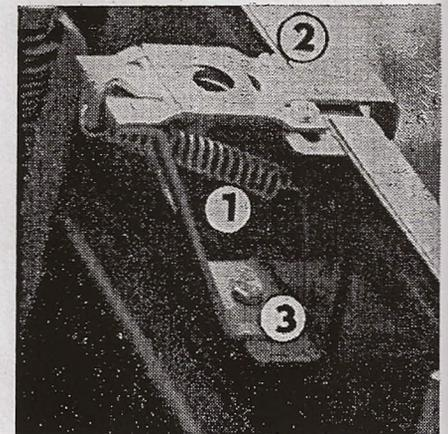

Fig. 63
1. Retirer le ressort hors de la pièce de fermeture (fig. 63/1).
2. Dévisser les deux vis M 6 (fig. 63/2) — une vis sur la pièce de fermeture et une vis M 6 (fig. 63/3) sur la patte d'attache et retirer la pièce de fermeture complète.